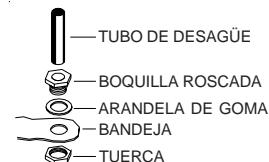

FIG. 3
- Instale el montaje de desague. Quite la tuerca y pase la boquilla por el agujero de la bandeja, colocando la arandela de goma entre la bandeja y la cabeza de la boquilla (fig. 3).